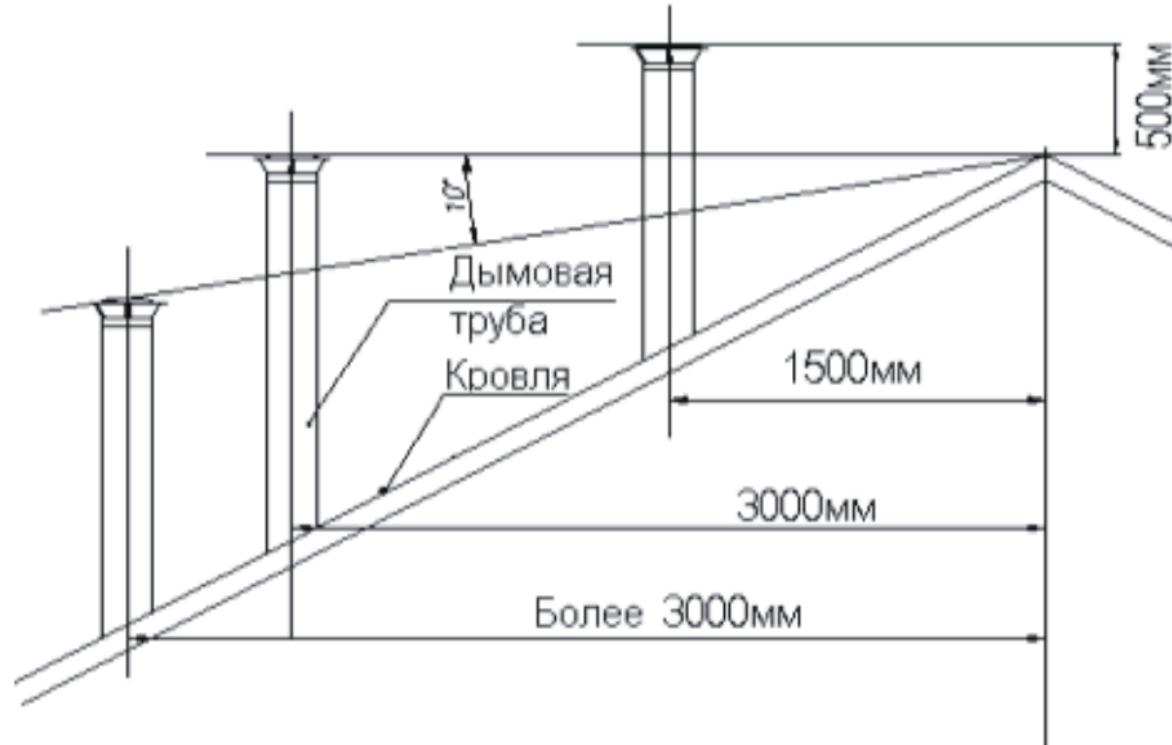

Рис.4. Определение высоты наружной части дымовой трубы
6.8. Возвышение дымовых труб над кровлей следует принимать (см. рис. 4):
7.15. В соответствии с вышеперечисленными требованиями к дымоотводящим каналам и (рис.4) Настоящего Руководства, определить высоту дымовой трубы, гарантирующую стабильность тяги. Закончить сборку, установив последний «сэндвич», а на него - зонт-оголовок или дефлектор.